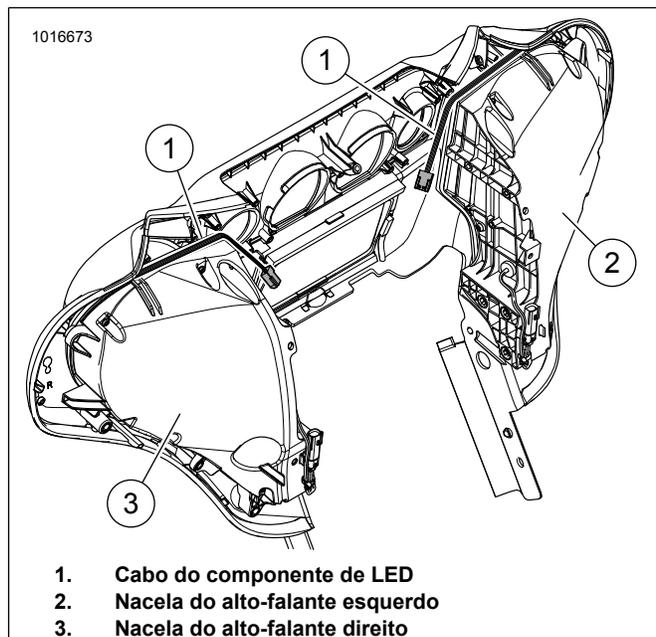

Figura 3. Carenagem do FLH
7. Veja a figura 3. Veja o Manual de serviço. Conecte os fios do alto-falante no alto-falante, instale a caixa do alto-falante e oriente o cabo do componente de LED (1) conforme mostrado.